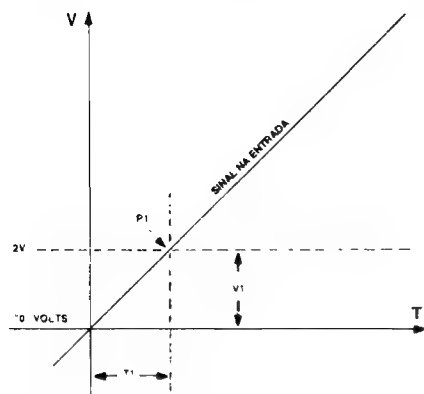

FIG. 9
- FIG. 9 - DETALHANDO A INTERPRETAÇÃO DO "LIMIAR"... - Para mais facilmente entender essa questão do exato "limiar" ou ponto de transição consistentemente reconhecido por uma Entrada C.MOS, vamos dar uma olhadinha no diagrama da fig. 9... Nele, um gráfico simula a aplicação de uma transição relativamente lenta de Tensão à dita Entrada, num "crescimento" da Tensão em função do Tempo, quase que em "rampa", sem "degraus" definidos... Observem que, durante todo o período de Tempo T_1 , embora "subindo" o nível ou valor da Tensão aplicada à Entrada, esta "verá" um nítido nível "baixo" ou "0", uma vez que o ponto de transição (em aproximadamente 2V...) não terá sido atingido... Já depois de decorrido o Tempo T_1 , com o valor de Tensão do sinal de Entrada ultrapassando o "limiár" de 2V, a Entrada passa a "reconhecer" um nível digital "alto" ou "1"... Com pequenas variações de parâmetro, o mesmo fenômeno ocorre se o nível de Tensão do sinal de Entrada se manifestar "descendo"... É sempre bom levar em conta esse fator (importante, na área DIGITAL...) do exato ponto de transição reconhecido pelos **gates** ou blocos lógicos "daquela" tecnologia... De um modo geral, é conveniente providenciarmos para que uma Entrada C.MOS DIGITAL sempre receba níveis muito definidos, lembrando